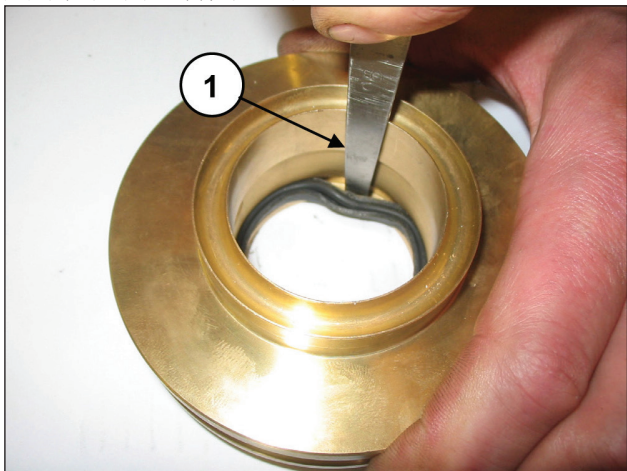

图133
要拆除低压密封圈，必须使用厚度计或不会损坏密封圈底座底部的工具（部件号③，图133）。